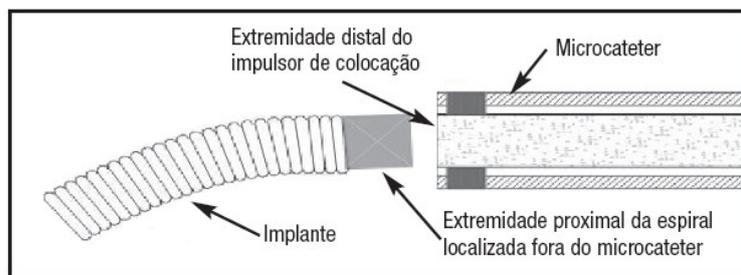

**Figura 4 – Posição das fitas de marcação para separação**
28. Avance a espiral até o local desejado, até que o marcador radiopaco do impulsor de colocação esteja alinhado ou ligeiramente distal do marcador radiopaco da ponta distal do microcateter, posicionando a zona de separação imediatamente fora da ponta do microcateter. Consulte a Figura 4.